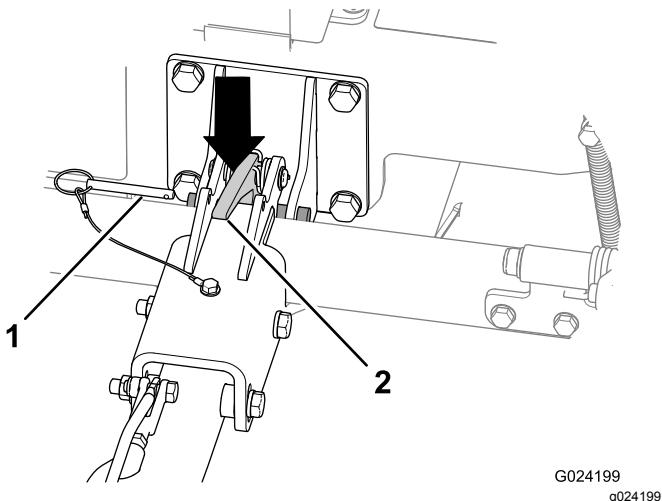

Рисунок 27
- A. Извлеките стопорный штифт (Рисунок 27).
- C. Нажмите на фиксатор сцепки, чтобы расцепить сцепку (Рисунок 27).